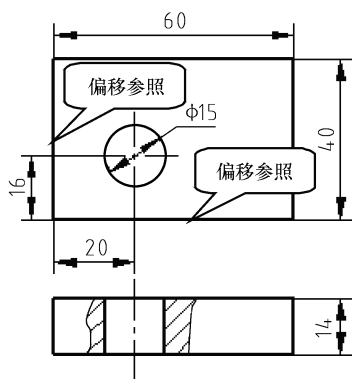

图 7-5 线性放置孔
- **【线性】**：选择一个放置参照作为钻孔表面，按住〈Ctrl〉键选择两个偏移参照，标注线性尺寸，确定孔的放置位置。为孔定位时，单击一个平面、基准面或者由直线旋转生成的回转面作为钻孔表面，即放置参照；再单击边线、平面或者轴线作为尺寸参照，即偏移参照，偏移参照一般有两个，如图 7-5 所示，图中直径为 15 的孔，其偏移参照分别为立体的左端面和下端面。